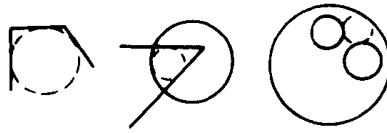

图 2-3 与三个实体相切的圆
2) 用三点方式可作出与三个实体相切的圆弧, 如图 2-3 所示的虚线圆。